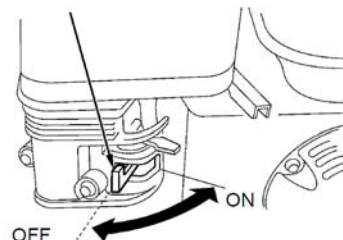

Abb. 17: Benzinhahn einschalten
Schritt 3: Schließen Sie den Benzinhahn (Abb.17).